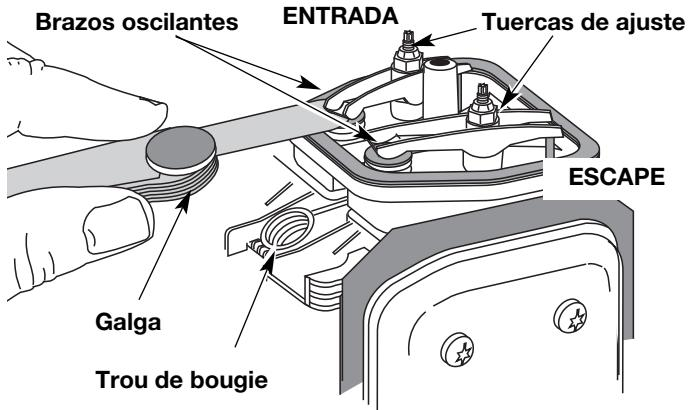

Fig. 36
- El pistón se encuentre en la parte superior de su recorrido mientras mira dentro del orificio de la bujía de encendido (Fig. 36).
12. Deslice la galga entre el brazo oscilante y el resorte de retorno de la válvula. Mida el hueco entre el vástago de la válvula y el brazo oscilante (Fig. 36 & 37). Realice esto en las válvulas de entrada y de escape.
El hueco recomendado para las válvulas de entrada y de escape es 0,076 – 0,152 mm (0,003 – 0,006 pulgadas). Use un calibrador regular de automóvil de 0,127 mm (0,005 pulgadas). El calibrador debe deslizarse entre el balancín y el vástago de la válvula con una ligera cantidad de resistencia, sin doblarse (Fig. 36 y 37).